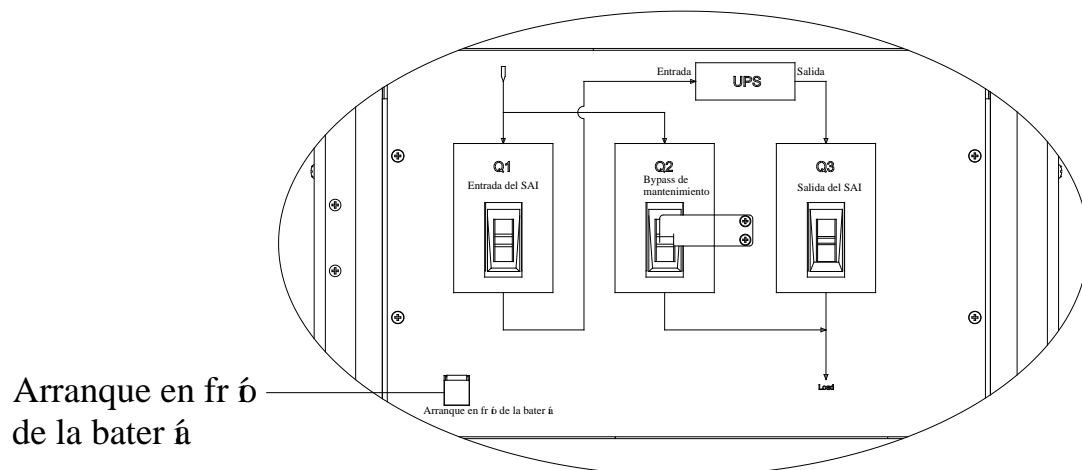

Fig. 6-1: Ubicación del botón de arranque en frío de la batería
- Fig. 6-1) situado debajo del disyuntor de entrada del rectificador durante 1 segundo.